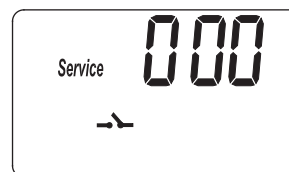
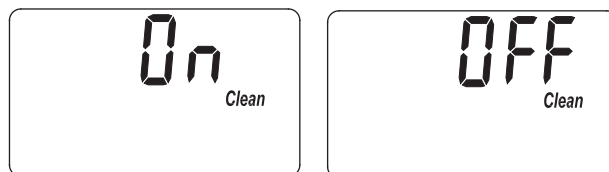
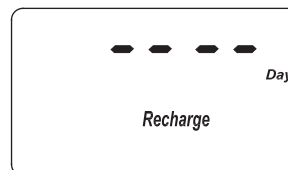
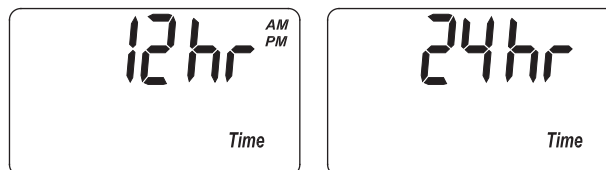

FIG. 26
FIG. 27
FIG. 29
FIG. 30
1. Appuyez sur le bouton PROGRAM (programmer) et maintenez-le enfoncé jusqu'à ce que l'écran de la figure 26 s'affiche. Une fois l'écran affiché, appuyez deux fois sur le bouton PROGRAM (programmer) et l'un des deux écrans de la figure 27 s'affichera.
1. Appuyez sur le bouton PROGRAM (programmer) et maintenez-le jusqu'à ce que l'écran de la figure 26 s'affiche. Une fois l'écran affiché, appuyez trois fois sur le bouton PROGRAM (programmer) et l'écran de la figure 28 s'affichera.
1. Appuyez sur le bouton PROGRAM (programmer) et maintenez-le enfoncé jusqu'à ce que l'écran de la figure 26 s'affiche. Une fois l'écran affiché, appuyez quatre fois sur le bouton PROGRAM (programmer) et l'écran de la figure 29 s'affichera.
1. Appuyez sur le bouton PROGRAM (programmer) et maintenez-le enfoncé jusqu'à ce que l'écran de la figure 26 s'affiche. Une fois l'écran affiché, appuyez cinq fois sur le bouton PROGRAM (programmer) et l'un des deux écrans de la figure 30 s'affichera.